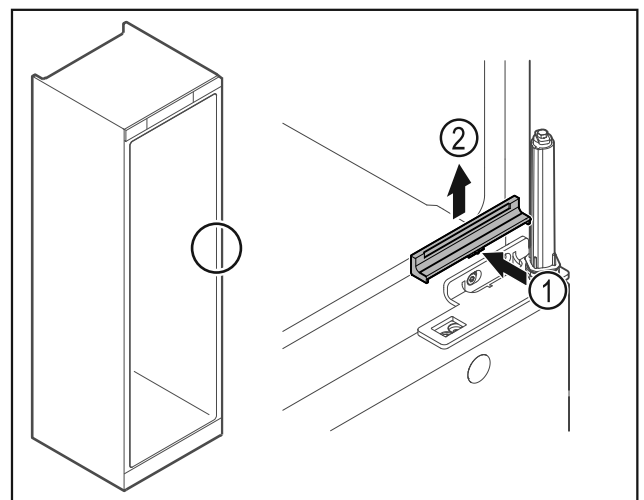

Fig. 22
- ▶ Abdeckung Fig. 22 (1) in der Mitte leicht eindrücken und nach oben abnehmen Fig. 22 (2).